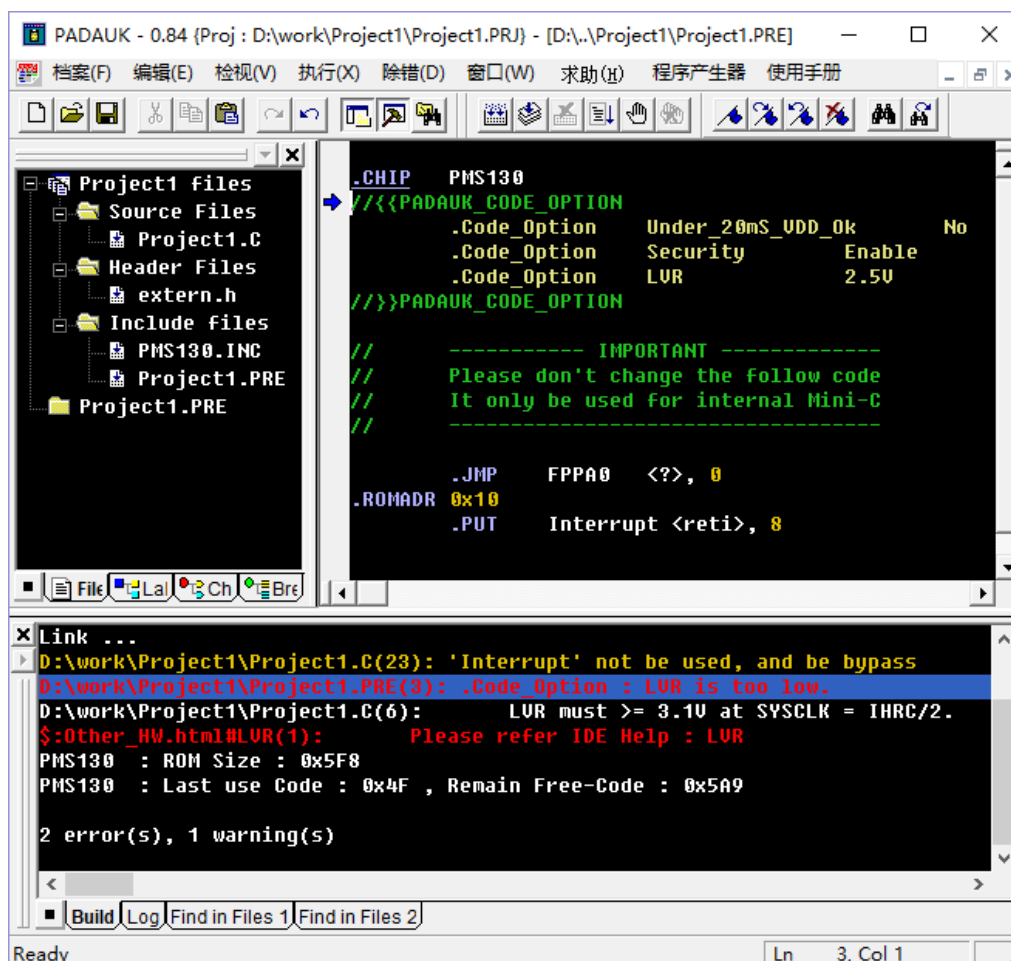

图 3-19. LVR 水平调节
LVR 的电压水平需要与系统频率（默认值为 8MHz）及 IC 工作电压相协调，这样才能使系统达到稳定的工作状态。若 LVR 选择的电压不合适，IDE 会给出 error 提示，如图 3-19：
**注意：**上图 3-19 中，指令“.CHIP xxxxxx”用于选择芯片型号，本例选择 PMS130，用户可以在此自行更改所需 IC 型号。